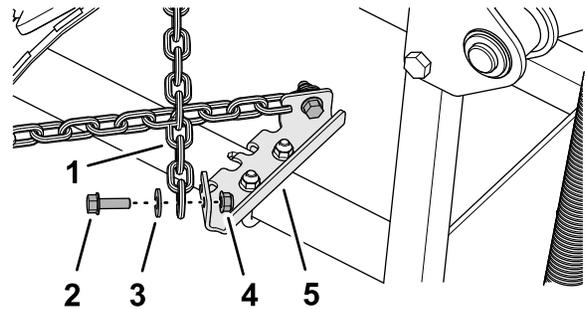

Figure 14
- Croisez les chaînes attachées au-dessus de la barre d'attelage (Figure 14).
- Fixez la chaîne sur la patte de butée à l'aide d'un boulon à embase (5/16 x 1 po), d'une rondelle (3/8 x 7/8 po) et d'un contre-écrou à embase (5/16 po), comme montré à la Figure 14.